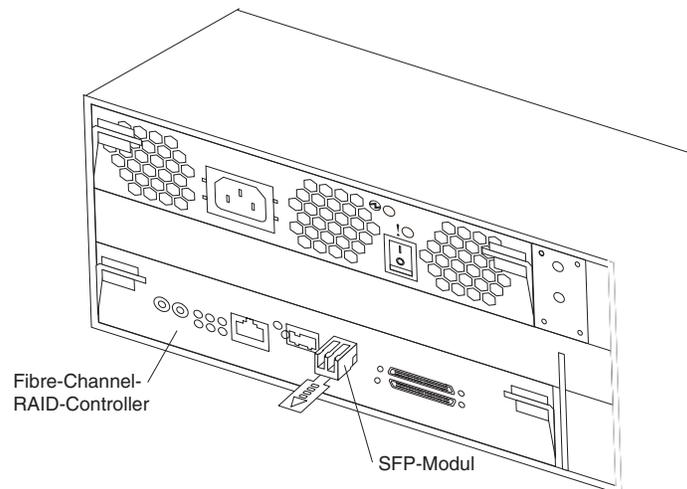

Abbildung 18. Installation eines SFP-Moduls im Hostanschluss
4. Drehen Sie das SFP-Modul so, dass sich die Plastik- bzw. Drahtzunge an der Unterseite befindet. Setzen Sie das SFP-Modul anschließend so in den Hostanschluss ein, dass es einrastet. Informationen hierzu finden Sie in Abb. 18.